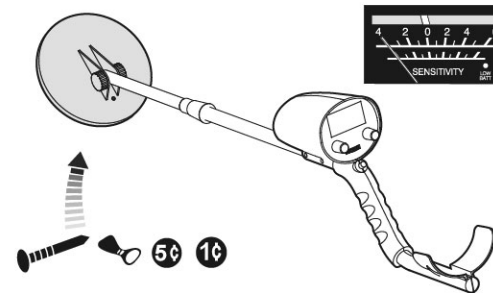

Fig.14
- Før langsomt andre metalgenstande hen i nærheden af søgehovedet. Viseren på displayet bevæger sig mod venstre, og lyden aftager i styrke. (Fig. 14)